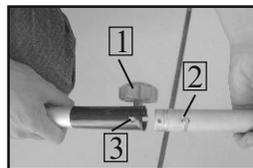

рис. 4
6.3 Установка нижней части штанги гибкого вала (рис.4).
6.3.1 Ослабьте барашковую рукоятку **1** (рис.4), откручивая её против часовой стрелки.
6.3.2 Совместите верхнюю и нижнюю части штанги, как показано на рис.4
6.3.3 Соедините верхнюю и нижние части штанги. При этом фиксирующая кнопка **2** (рис.4) должна находиться в отверстии **3** (рис.4) соединительной муфты.
6.3.4 Затяните барашковую рукоятку **1** (рис.4), закручивая её по часовой стрелке. Перед работой всегда проверяйте загрузку барашковой рукоятки соединительной муфты.